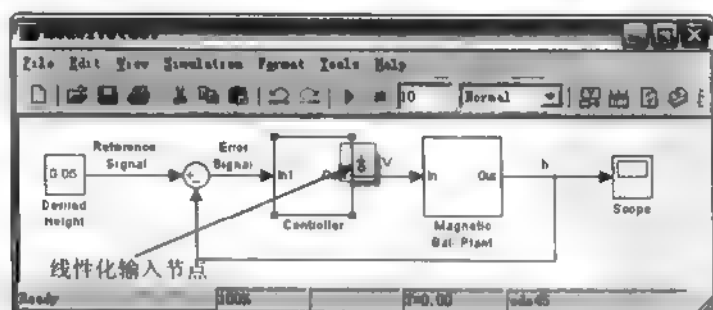

图 15.6 添加输入节点后的 Simulink 模型
(1) 在 Control and Estimation Tools Manager 中选择线性化节点。
(2) 在 Magnetic Ball Plant 了系统和 Controller 子系统之间的信号线上右击, 在弹出的菜单中选择 Linearation | Input Point 命令, 就会出现一个相应的标志, 如图 15.6 所示。